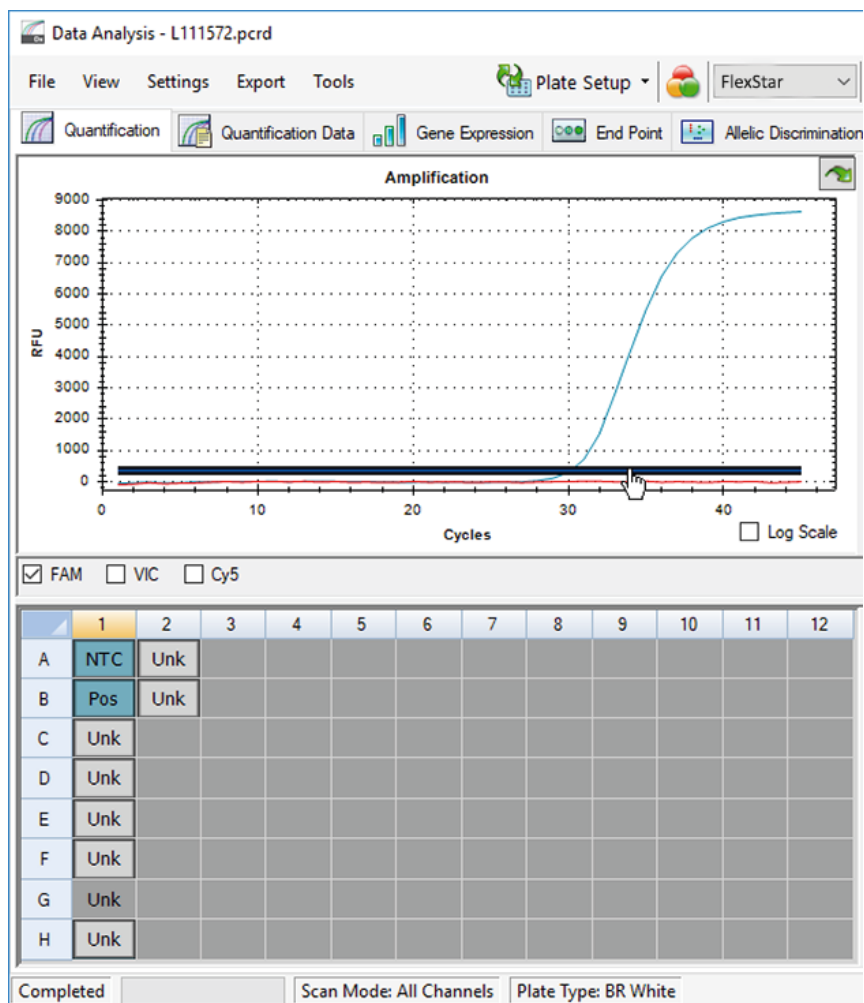

Figura 10: Ejemplo de ventana Data Analysis (análisis de datos): configuración del umbral FAM™
5. En la parte izquierda de la ventana Data Analysis (análisis de datos), quite la marca de la casilla de verificación **VIC™** y marque la casilla **FAM™** para el canal de detección de CT objetivo (consulte la figura 10).
6. Seleccione únicamente los pocillos que contienen el NTC y el PC en la vista de placa de la ventana Data Analysis (análisis de datos) (consulte la figura 10).
7. Arrastre el pocillo de umbral por encima de la señal del NTC hacia el área exponencial de la señal de PC (consulte la figura 10).